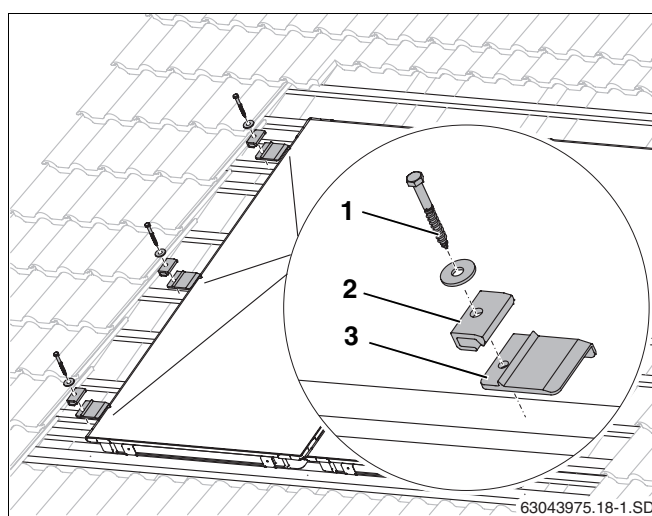

Fig. 29 Monter le serre-flanc gauche
- Soulever légèrement le capteur gauche et glisser les supports gauches (fig. 29, **pos. 3**) sur les 2ème et 3ème lattes supplémentaires ainsi qu'au milieu du capteur sur une latte existante sous le capteur de manière à ce que le rehaussement pousse contre le bord du capteur.
- Pour la vis (fig. 29, **pos. 1**) préperforer avec une mèche de 4 mm.
- Fixer les serre-flancs unilatéraux (fig. 29, **pos. 2**) avec une vis 6 × 40 (fig. 29, **pos. 1**) et une rondelle plate (utiliser une clé plate SW 10).